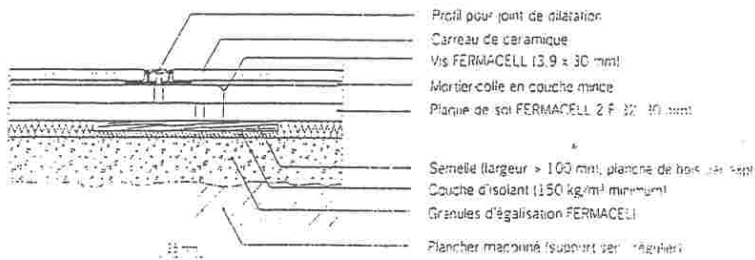

Figure 9 – Joint de dilatation en partie courante
- Cas des plaques de sol avec isolant en sous-face (cf. fig. 9) :